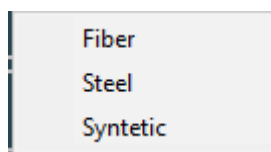

Рисунок 5. Окно выбора типа каната
- Нажать кнопку «Connect», расположенную у соответствующего кнехта на корабле. При этом, на экране появится картинка, представленная на рис. 5, на которой нужно выбрать тип каната.